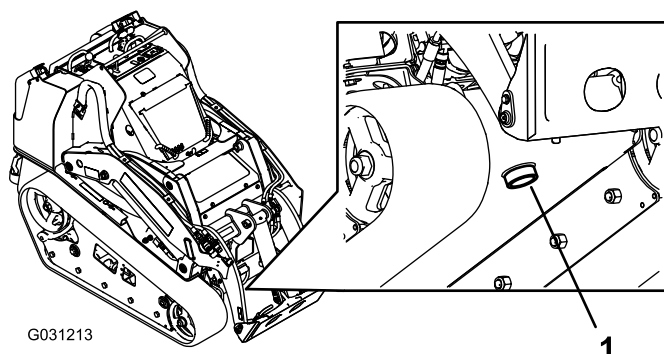

Figura 60
7. Collocate una bacinella di spurgo grande (capacità 57 litri) sotto il tappo di spurgo, nella parte anteriore del trattore (Figura 60).
8. Togliere il tappo di spurgo e lasciare defluire l'olio nella bacinella (Figura 60).